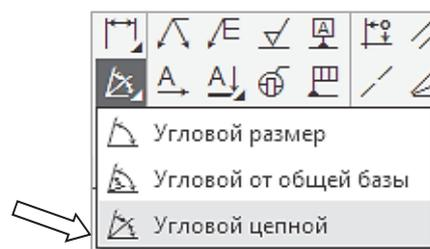

Рис. 3.13-2
1. Вызвать команду **Черчение** → **Размеры** → **Угловой цепной** (рис. 3.13-2).